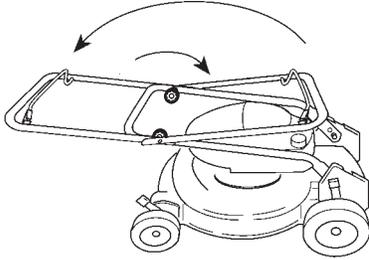

Figure 30
2. Pivoter le mancheron vers l'avant de la tondeuse (Fig. 30).
3. Desserrer les boutons de fixation du mancheron supérieur au mancheron inférieur, et replier le mancheron supérieur vers l'arrière de la tondeuse, en position de remisage (Fig. 30).